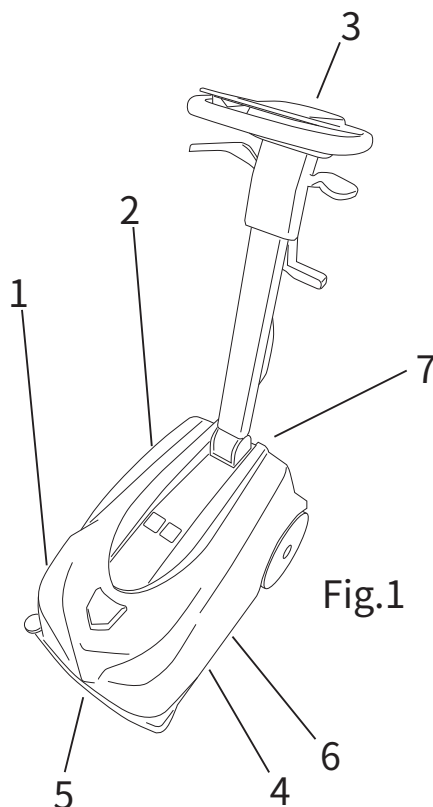

Fig.1
- 水・洗剤タンク(図1、参照1)には、きれいな水と洗浄製品の混合物が入っています。
- 汚水タンク(図1、参照2)は、洗濯後に床から集めた汚水を回収します。
- コントロールパネル(図1、参照3)。
- ヘッドアセンブリ(図1、参照4)、主要素は洗剤溶液を床全体に分配して表面を洗い、汚れを除去するブラシです。
- フロントスキージアセンブリ(図1、参照5)。これは、機械を使用者の方へ引いたときに床を拭いて乾かすものです。
- 後部スキージアセンブリ(図1、参照6)は、使用者が機械を前方に押したときに床を拭いて乾かします。
- ディスプレイ(図1、参照番号7)。